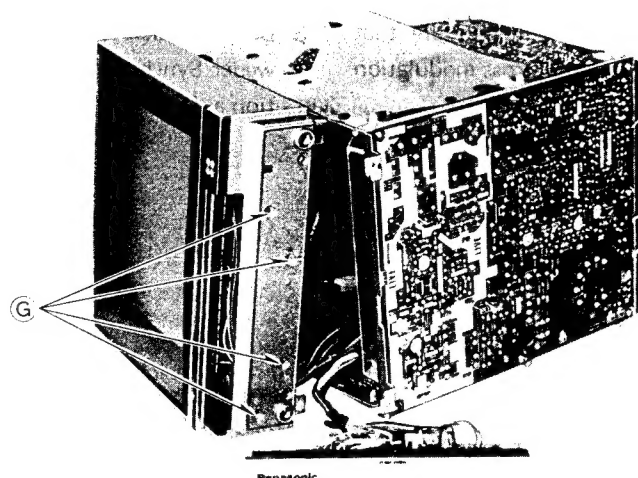

Fig. 7
1. Remove 4 screws (G) as shown in fig. 7.
1. 4 Schrauben (G) entfernen, wie in Abb. 7.